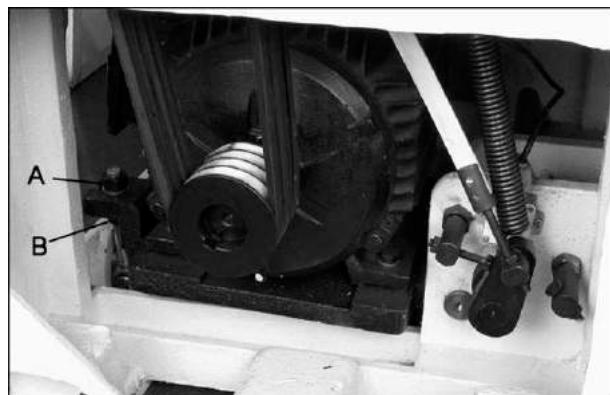

Рис.34
3. Ослабьте верхнюю гайку (A, Рис.34). Поместите под площадку двигателя деревянный брускок. Используя брускок в качестве рычага, приподнимите двигатель, при этом ослабнет натяжение ремней.
6. Натяните ремни, ослабляя нижнюю гайку (B, Рис.34) и затягивая верхнюю гайку (A, Рис.34). Натяжение ремней должно быть таким, чтобы от легкого давления пальцем в середине ремня, прогиб составлял примерно 20 мм.